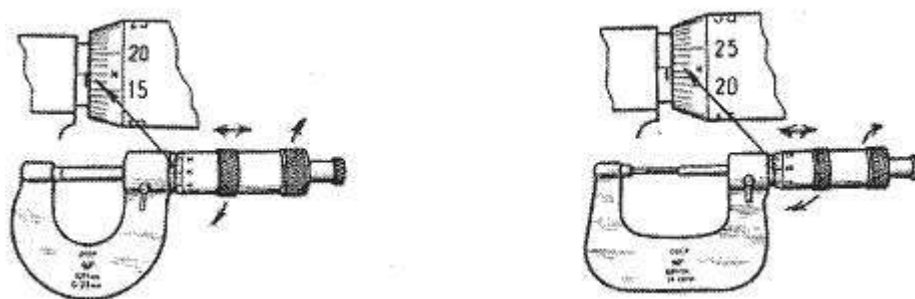

Рис. 11
При невозможности установки нуля, допускается принять условный нуль отсчета, например на рис. 11а и б, показаны случаи несовпадения нуля на величины + 0,17 мм и + 0,22 (5), в этих случаях от значений показаний вычитаются значения этих методических погрешностей инструмента. В производственных условиях такое средство измерений подлежит ремонту и проверке.